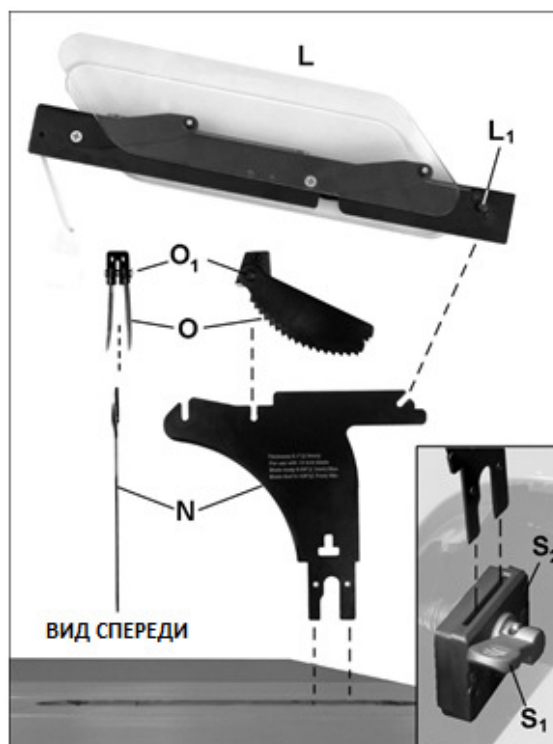

Рис. 6-10: Установка защитного ограждения пильного диска
См. Рис. 6-10.
3. Потяните вверх рычаг зажима ( $S_1$ , Рис. 6-10). Подпружиненная зажимная плита ( $S_2$ ) отойдет от неподвижного основания, образуя при этом зазор.
2. Установите противоударные фиксаторы (O, Рис. 6-10) таким образом, чтобы скошенная сторона фиксаторов была обращена к передней части станка, как показано на рисунке.
3. Наденьте фиксаторы на расклинивающий нож, заводя их в прорезь по центру ножа так, чтобы фиксаторы охватывали нож с двух сторон. Нажмите и удерживайте кнопку ( $O_1$ , Рис. 6-10), надавливая при этом на блок фиксаторов, чтобы он плотно сел в прорезь ножа.